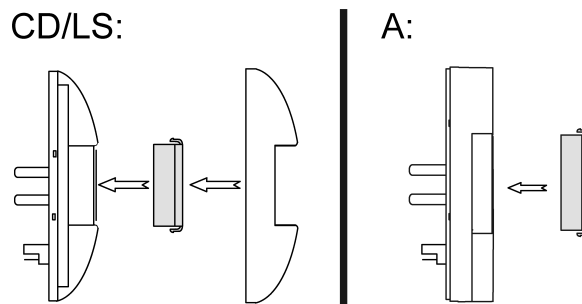

рисунок 17: Монтаж заслонки для программ LS/CD и A-программ
- Монтаж заслонки для левой или правой стороны прибора (3) (рисунок 17).
- Монтаж заслонки спереди на левой или правой стороне прибора (рисунок 17).